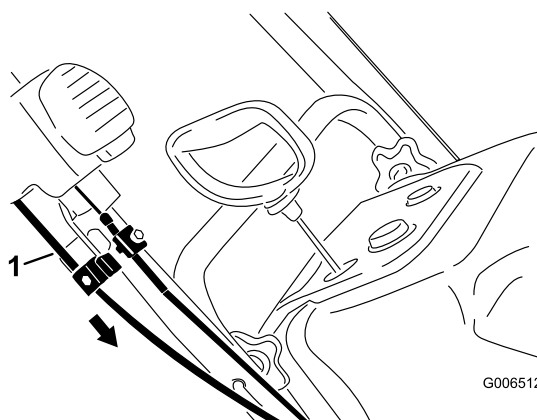

图35
4. 将排放斜槽固定在面向正前方的位置向下拉下拉索套管直至消除拉索的松弛情况然后牢固上紧下拉索夹上的螺丝图35。